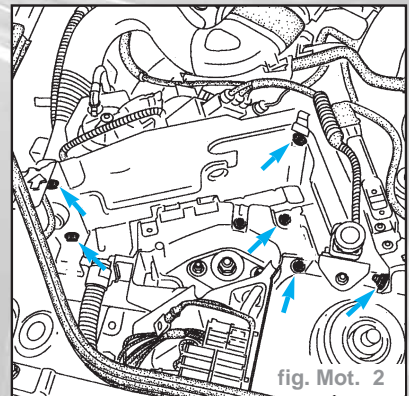

fig. Mot. 2
- le support du calculateur d'injection en ayant débranché le connecteur 55 voies et celui du contacteur de choc (fig. Mot. 2)